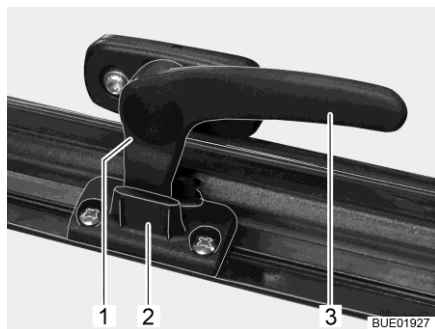

Bild 13 Låsarm i läget "kontinuerlig vädning"
- I läget "kontinuerlig vädning" (Bild 13)
- Sväng låsarmen (Bild 13,3) ett kvarts varv mot fönstrets mitt.
- Sväng låsarmen ett kvarts varv mot fönsterkarmen. Därvid måste låsspaken (Bild 13,1) föras in i spåret på fönsterlåset (Bild 13,2).